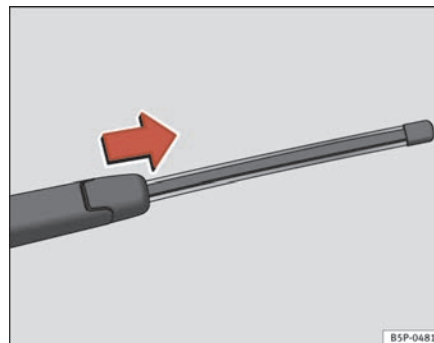

Fig. 165 Extraer la escobilla del limpialuneta
- Separe el brazo del limpiaventana de la luneta ⇒ página 240, fig. 165.
- Deslice el adaptador de la escobilla en la dirección de la flecha y retire la escobilla ⇒ página 240, fig. 165.